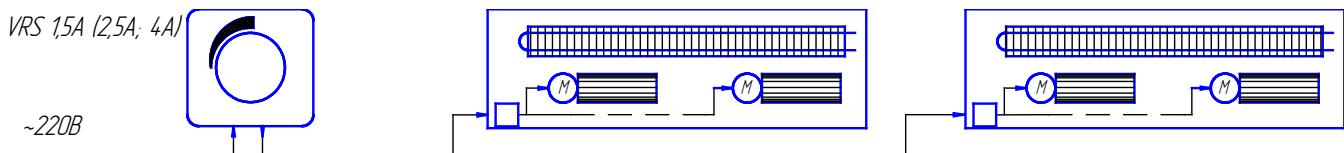

Рис. 6 Схема ручного управления оборотами вентиляторов.
6.4. Профилированные корпуса конвекторов изготавливаются из стального листа толщиной 0,8мм, а также по заказу - из нержавеющего листа. Корпуса конвекторов из нержавеющей стали, как правило, изготавливаются корытообразной формы с уклонами и выпускным патрубком для стока попадающей в корпус жидкости. Корпус после покраски окантовывается декоративным алюминиевым профилем. Монтажные отверстия под подводящий трубопровод располагаются на торцевых поверхностях корпуса (см. рис.6, 7, 8). По заказу монтажные отверстия исполняются на боковых или донной поверхностях корпуса конвектора.
Применяя различные по мощности регуляторы, можно подобрать один регулятор на несколько приборов (рис.6). Подбор регуляторов оборотов производится по количеству вентиляторов, присоединяемых на один регулятор (см. табл.2). Количество вентиляторов в различных моделях конвекторов «Бриз В» - см.табл.7, 9.